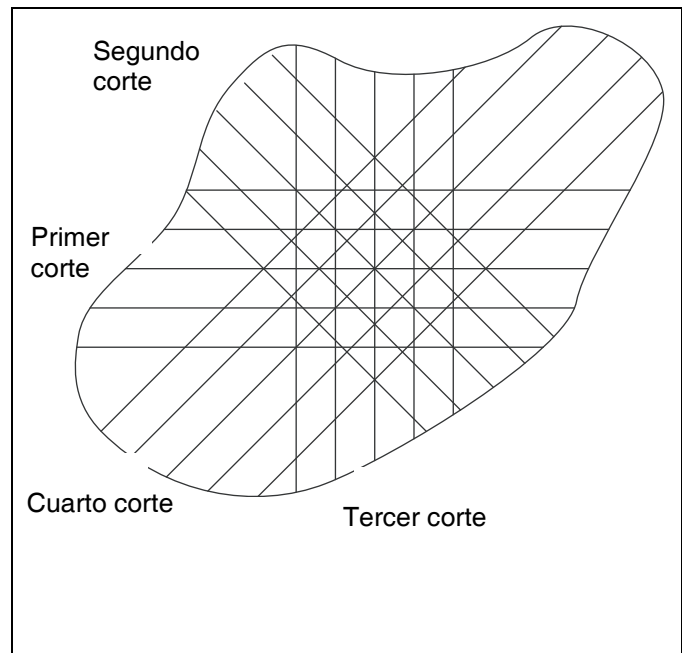

Figura 6G
5. Para conseguir una superficie de juego más regular y más atractiva, cambie el patrón de corte cada vez que corte el césped del green. Los patrones mostrados en la **Figura 6G** son sólo sugerencias, el operario o el encargado pueden crear patrones adecuados para cada green.